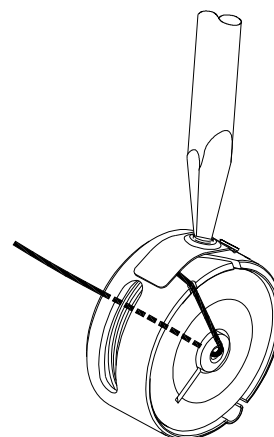

Figura 7
- ✓ Para regular a tensão da linha inferior, da lançadeira, gire o parafuso da mola da caixa da bobina. Para a direita aumenta e, para a esquerda alivia a tensão (Figura 7).